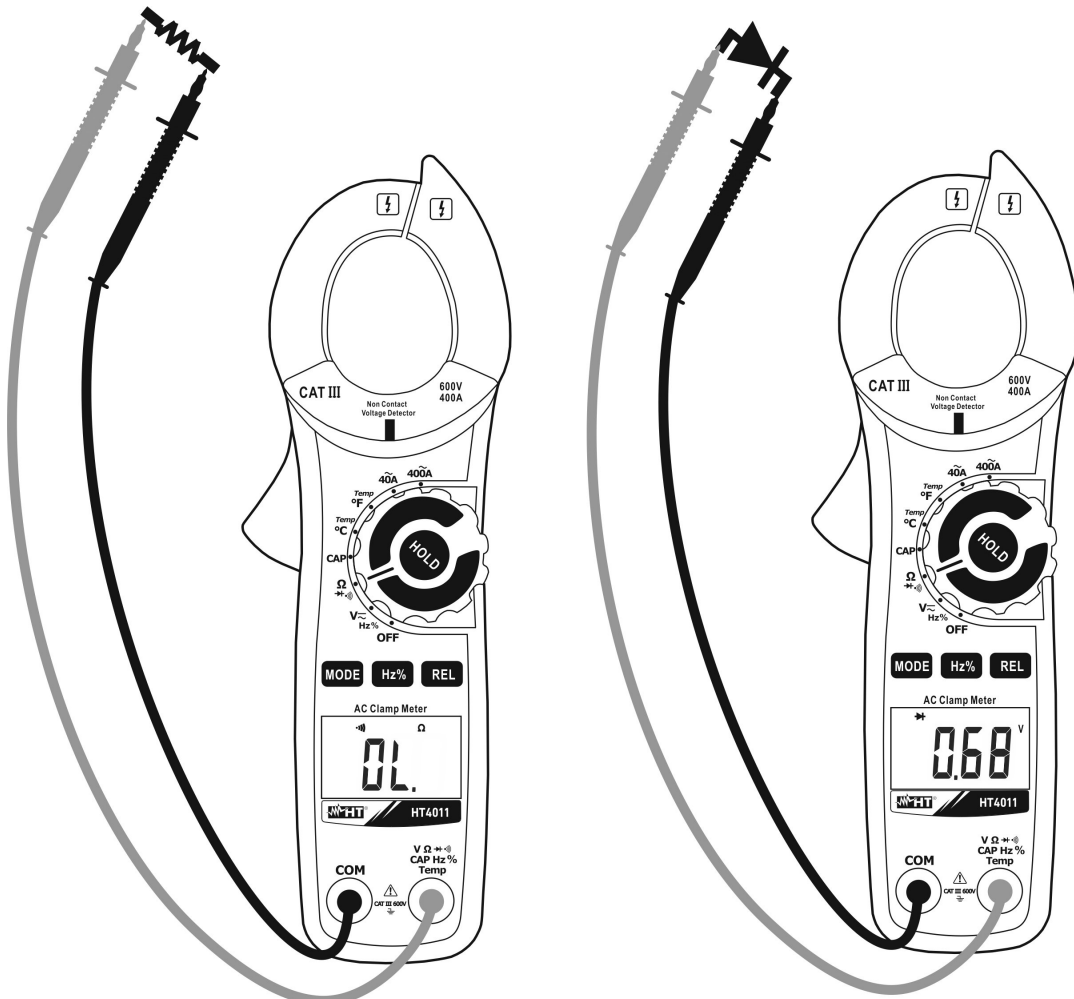

Abb. 7: Verwendung der Zange für Durchgangstest und Dioden-Test
3. Verbinden Sie die rote Messleitung mit der **V $\Omega \rightarrow \rightarrow \rightarrow$ CAP Hz % Temp** Eingangsbuchse, und die schwarze Messleitung mit der **COM** Eingangsbuchse und führen Sie den Durchgangstest des zu messenden Objekts durch (siehe Abb. 7 – linke Seite). Der Summer ertönt, wenn der Wert des gemessenen Widerstands niedriger ist als 30Ω .
5. Verbinden Sie die rote Messleitung mit der Anode und die schwarze Messleitung mit der Kathode der Diode (siehe Abb. 7 – rechte Seite).